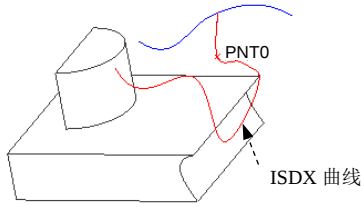
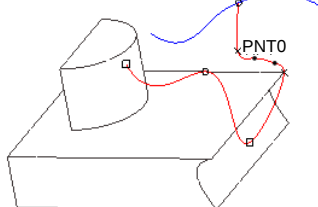

图 10.3.6 模型
图 10.3.7 编辑曲线
Step3. 在 **样式** 功能选项卡 **曲线** 区域中单击  曲线编辑 按钮，选取图 10.3.6 中的 ISDX 曲线。此时系统显示“造型：曲线编辑”操控板，模型如图 10.3.7 所示。